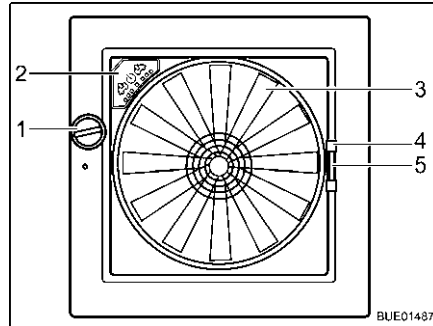

Fig. 94 Oblò Omni-Vent
**Apertura:** ■ Ruotare la manopola (Fig. 94,1), finché non si raggiunge l'angolo di apertura desiderato.
**Chiusura:** ■ Ruotare la manopola (Fig. 94,1), finché l'oblò non è completamente chiuso.
**Chiusura:** ■ Tirare la zanzariera per l'impugnatura (Fig. 94,4) verso il lato opposto del telaio.
**Chiusura:** ■ Serrare la maniglia (Fig. 94,5) dell'oscurante.
Se l'oblò è aperto, la zona interna può essere sfiata con il ventilatore a 6 stadi (Fig. 94,3). Il ventilatore si controlla dal quadro di comando (Fig. 94,2).